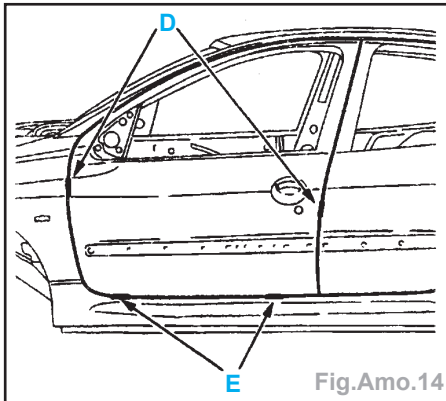

Fig.Amo.14
- Fermer la porte et contrôler les jeux (Fig.Amo.14) :
- hauteur (E) = 5 ± 2 mm,
- jeux (D) = $5 \pm 1,5$ mm,